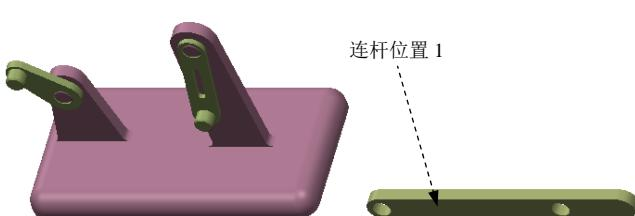
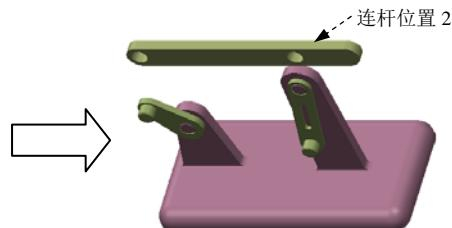

图 2.3.26 位置 1
图 2.3.27 位置 2
Step2. 移动连杆 2 至合适位置。将其从图 2.3.26 中的位置 1 平移到图 2.3.27 中的位置 2 后再次单击左键。